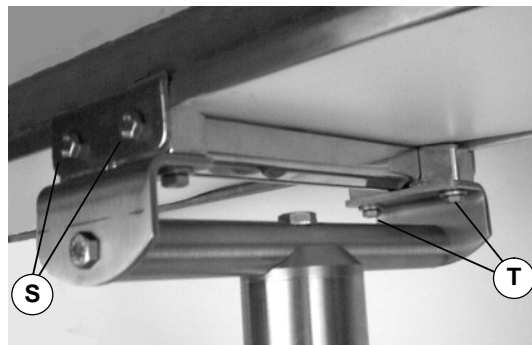

Abbildung 17
3. Die Klemmplatten zu beiden Seiten des Förderers befestigen (Abbildung 17). Die Schrauben (S) mit 10,4 Nm festziehen.